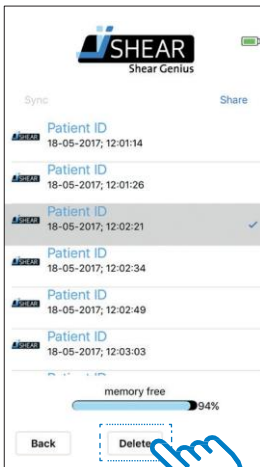

Figure 34 - Delete Log
6. 削除したいLogを選択し'Delete'押します (Figure 34参照)。